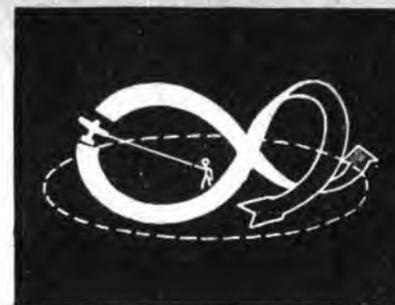

Fig. 5.
**Ocho horizontal** (fig. 5). — Esta maniobra requiere un poco más de cuidado y atención, pues se deberán unir dos loopings hechos el uno al lado del otro. Primero comience a hacer un looping común a una altura razonable; cuando el modelo se encuentre picado perpendicular al suelo, pique de inmediato totalmente la manija y hará un looping invertido; cuando se encuentre nuevamente perpendicular, resta-